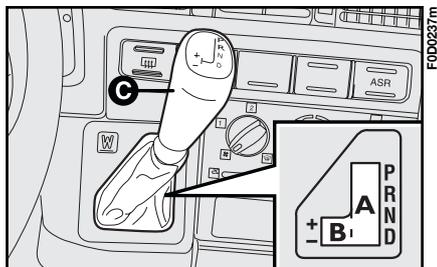

fig. 4
La caractéristique principale de cette boîte de vitesses c'est d'avoir la possibilité d'être utilisée de manière automatique ou manuelle séquentiel. Le choix du fonctionnement peut être effectué en plaçant le levier de la boîte dans le secteur droit **A-fig. 4** (changement des vitesses) ou bien dans le secteur gauche **B** (changement des vitesses manuel séquentiel).
Pour le fonctionnement automatique, déplacer le levier de la boîte dans le secteur droit **A-fig. 4** dans une des quatre positions:
Pour éviter des introductions accidentelles, le déplacement du levier de la boîte de vitesses sur la position **P** n'est autorisée qu'avec le bouton **C-fig. 4** appuyé.
**ATTENTION** Le déplacement du levier de la position **P** n'est admise qu'en appuyant sur le bouton **C-fig. 4** la pédale du frein écrasée.
Pour éviter des déplacements accidentels, le déplacement du levier dans cette position n'est autorisée qu'en appuyant sur le bouton **C-fig. 4**.
Pour le fonctionnement manuel séquentiel, déplacer le levier sur le secteur gauche **B-fig. 4** à deux positions: